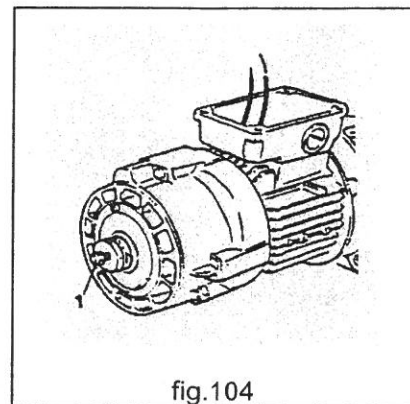

fig.104
- serrare il dado di bloccaggio **1** (fig.104)